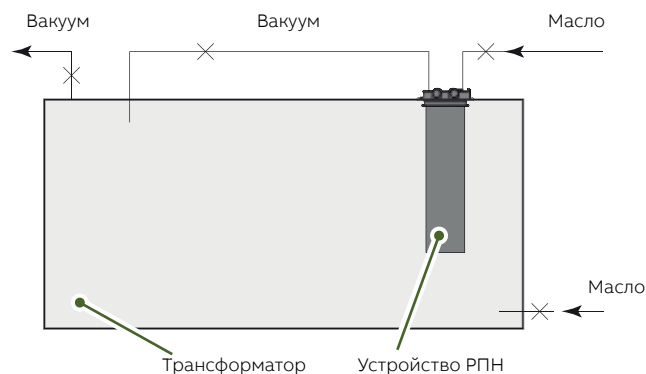

Рис. 34. Схема заправки в условиях вакуума
1. Соедините маслорасширители трансформатора и устройства РПН. См. рис. 34.